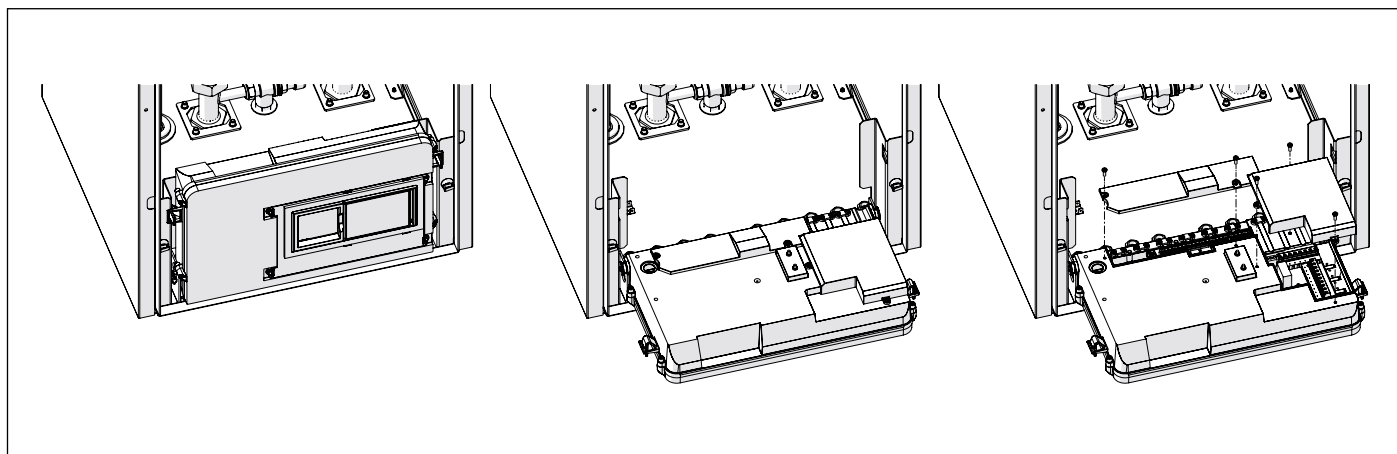

Fig. 23 Caixa eléctrica
- Rode a caixa eléctrica avante de 90° (veja Fig. 23 Caixa eléctrica).
- Retire as duas tampas de cobertura das ligações eléctricas externas (A e B), desatarraxando os parafusos que as fixam à caixa eléctrica (veja Fig. 23 Caixa eléctrica).